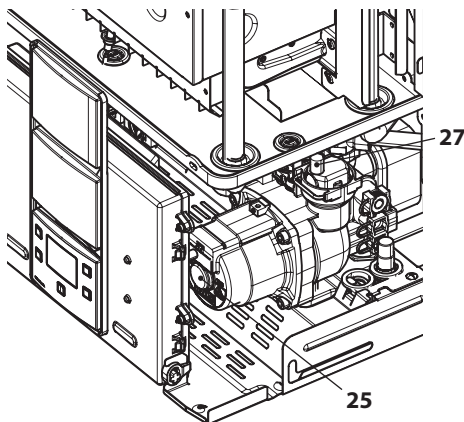

Figura 6.3
- Allentare il tappo della valvola di sfiato automatica 27 in Figura 6.3.
- Togliere il tappo 25 in Figura 6.3 e sbloccare la pompa ruotando il rotore con un cacciavite.